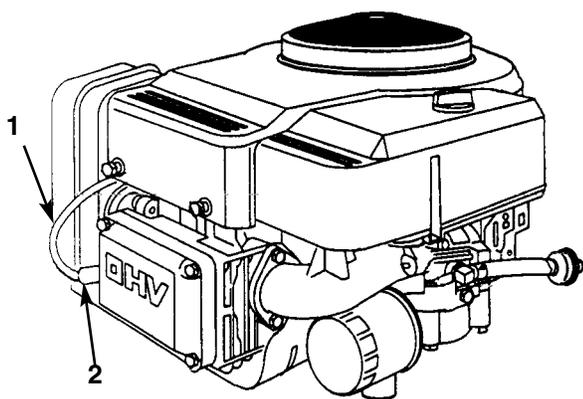

Fig. 24
3. Togliete il cappello dalla candela (Fig. 24) e pulite attorno alla candela per impedire che lo sporco penetri nel motore e lo danneggi.
3. Spingete il cappello sulla candela (Fig. 24).